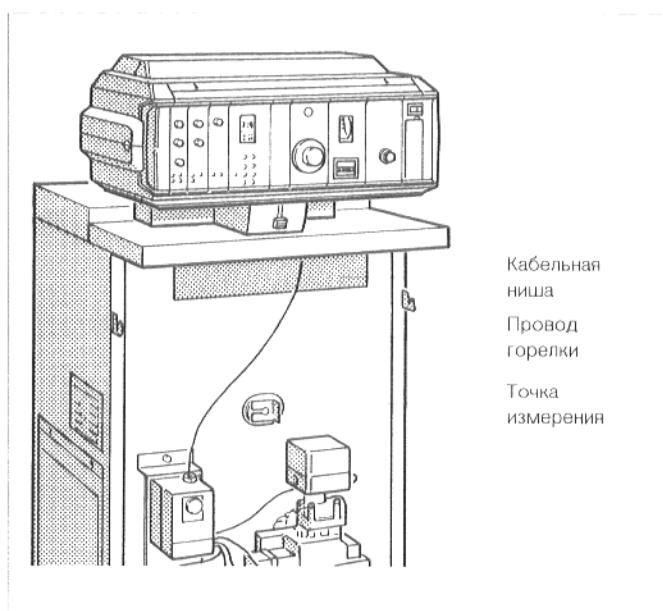

Рис. 9. Передняя сторона
- Проложить капиллярные трубы датчиков температуры и, при "Ecomatic"-регулировании, трубопровод датчика температуры котельной воды, через отверстие в переднем колпаке котла, из кабельной ниши (рис. 9), на переднюю сторону котла.
- Раскрутить капиллярные трубы и, при "Ecomatic"-регулировании, трубопровод датчика, пока они не достигнут точки измерения (рис. 9).
- Проложить линию горелки (рис. 9), через кабельную нишу и отверстие в переднем колпаке котла, к регулятору. Установить штекерное соединение соответственно схеме соединений.